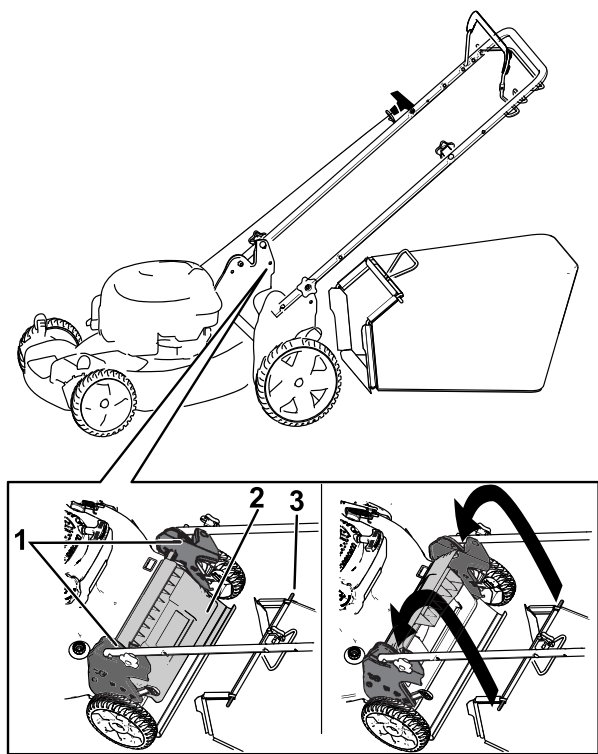

Рисунок 20
1. Поднимите и удерживайте задний дефлектор (Рисунок 20).
2. Установите травосборник и убедитесь, что его стержни вошли в пазы на рукоятке (Рисунок 20).